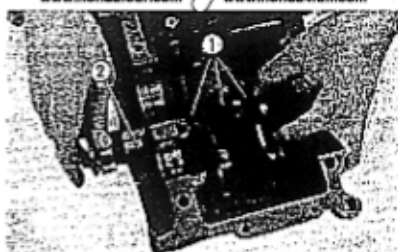

Fig. 3-81 ① Forcellini del cambio.
1. Collocare i tre forcellini (destra, sinistro e centrale) del cambio, nel carter superiore, come indicato in fig. 3-81, ed installare il tamburo selettore.